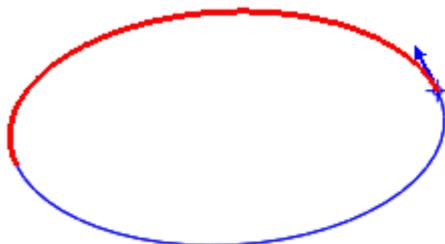

图 49-3
- (1) 单击菜单【插入】 【扫描】 【薄板伸出项】命令。
- (2) 在弹出的【扫描轨迹】菜单中单击【选取轨迹】 【曲线链】|【选取】。
- (3) 在模型中选择步骤 2 建立的曲线，单击【链选项】菜单中的【选取全部】，结果如图 49-3 所示。注意：若图中起始箭头方向不对，应单击【起始点】 【下一个】 【接受】，将起始点方向更改为图示方向。